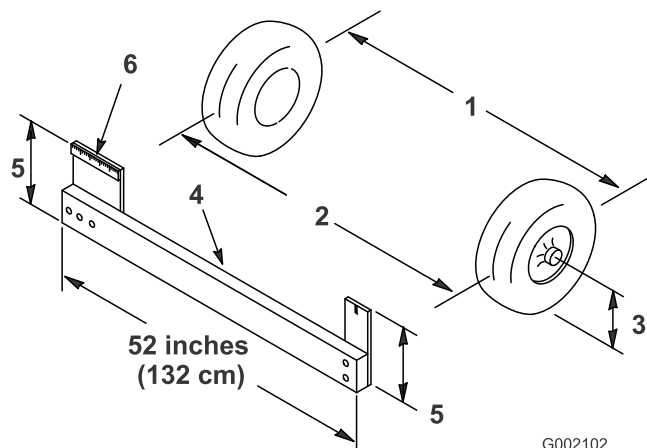

Figura 11
1. Misurate la distanza tra i pneumatici anteriori all'altezza dell'assale, davanti e dietro le ruote anteriori (Figura 11). Per rilevare la misura posteriore dei pneumatici anteriori all'altezza dell'assale occorre
un attrezzo o un calibro di allineamento; usate lo stesso attrezzo, o calibro di allineamento, per rilevare con precisione la misura anteriore dei pneumatici anteriori all'altezza dell'assale (Figura 11).